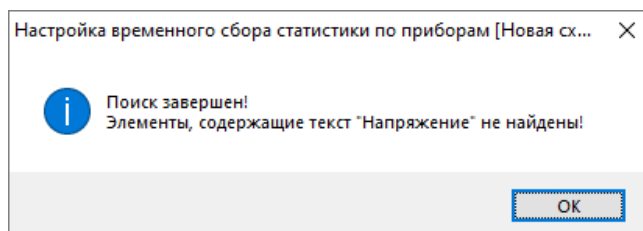

Рисунок 12-146 Уведомление о завершении поиска и отсутствии найденных элементов
- если в списке параметров для опроса нет параметров, наименование которых содержит введенное сочетание символов, то появится окно с соответствующим уведомлением (см. Рисунок 12-146) о завершении поиска и отсутствии найденных элементов.